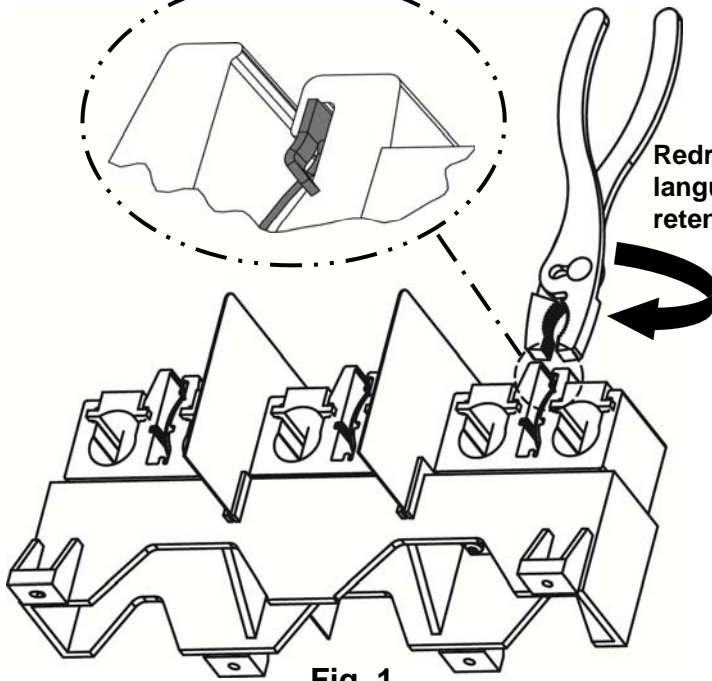

Fig. 1
**2. Enlever et jeter les ressorts de mâchoire nécessaires de la base de la charge, tel qu'illustré aux Fig. 1, 2, et 3.**